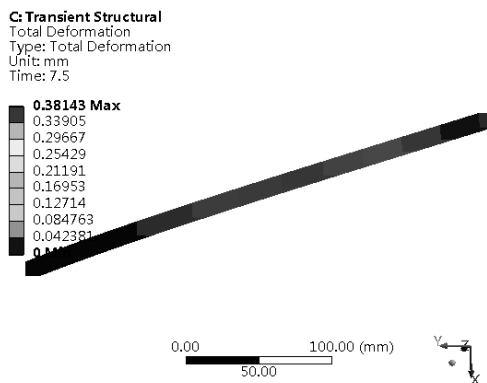

图 9-46 变形分析云图
Step4: 选择 Outline (分析树) 中 Solution (C6) 下的 Directional Deformation 选项, 此时会出现如图 9-46 所示的变形分析云图。